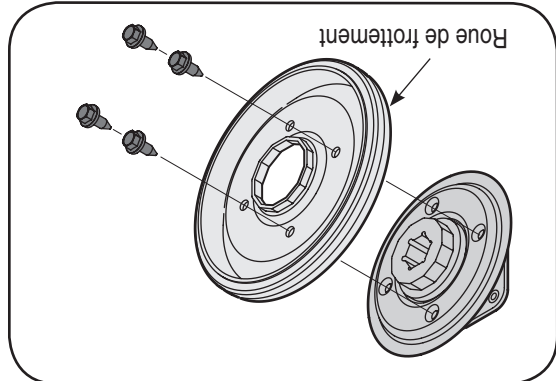

Figure 33
- Enlevez les quatre vis de l'ensemble de la roue de frottement et retirez le caoutchouc de la roue de frottement de la plaque de serrage. Voir la Figure 33.